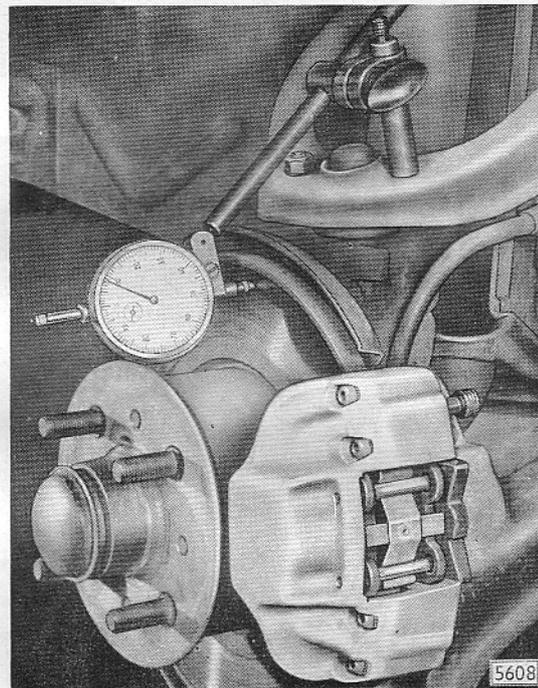

Bild B 20 - Anordnung Meßuhr mit Halter an der Bremsscheibe
2. Zum Prüfen des Seitenschlages sind die Meßuhr und der Halter von S-9 zu verwenden (Bild B 20). Den mit Innengewinde M 8 x 1 versehenen Haltebolzen des Halters unter Verwendung einer Schraube M 8 x 1 x 20 (Ersatzteile-Nr. N-46091) am oberen Lenker und Traggelenk befestigen. Meßuhrhalter mit festgeklemmter Meßuhr auf Haltebolzen aufstecken und festziehen.